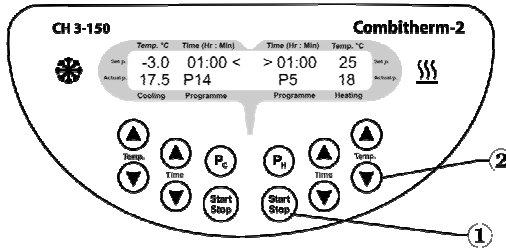
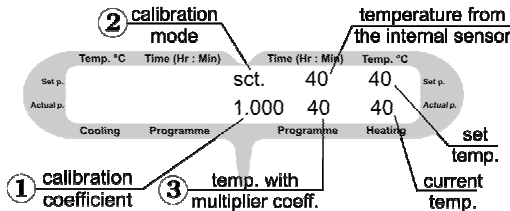
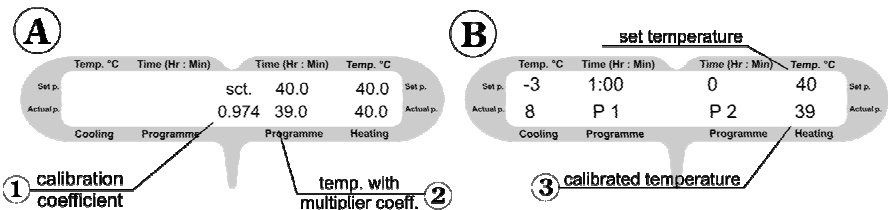

Abb. 2 Steuerung im Betriebsmodus
Abb. 3 Steuerung im Kalibriermodus
Abb. 4 Steuerung im Kalibrier- und Betriebsmodus
- 5.3. Halten Sie die Taste **Start Stop** (Abb. 2/1) 8 Sek gedrückt, um den Kalibrierkoeffizienten einzugeben. Der Kalibrierkoeffizient erscheint auf dem Display (Abb. 3/1).
- 5.4. Stellen Sie den Wert 1.000 mithilfe der Tasten ▲ und ▼ ein (Abb. 2/2), um die Werkseinstellungen wiederherzustellen, wie in Abb. 3/1 zu sehen ist.
- 5.10. Halten Sie die Taste **Start Stop** (Abb. 2/1) 8 Sek gedrückt, um den Kalibriermodus zu aktivieren. Das Display zeigt folgende Parameter an, wie sie in Abb. 4 zu sehen sind.
- 5.11. Benutzen Sie die Temperatur mit den Multiplikatoroeffizienten (Abb. 4 A/2), um den neuen Temperaturwert einzustellen.
Benutzen Sie die Tasten ▲ und ▼ (Abb. 2/2), um den Kalibrierkoeffizienten zu ändern (im Bereich 0,936 bis 1,063; Schrittweite beträgt 0,001) (Abb.3/1), sodass der neue Temperaturwert (Abb. 4 A/2) der Temperatur des unabhängigen Sensors entspricht. In unserem Beispiel beträgt der Kalibrierkoeffizient 0,974 (Abb. 4 A/1).
- 5.12. Drücken Sie nach Abschluss der Kalibrierung einmal die Taste **Start Stop** (Abb. 2/1), um die Änderungen zu speichern und den Kalibriermodus zu verlassen.
- 5.13. Das Display zeigt die kalibrierte Temperatur wie in Abb. 4 B/3 an, und das Gerät wird die Temperaturstabilisierung nach der zuvor eingestellten Temperatur fortsetzen.